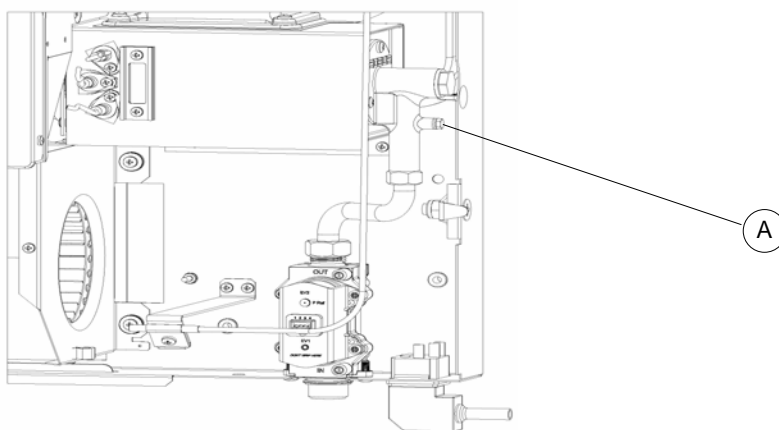

Figura 18 .
2. Collegare un micromanometro alla presa pressione A (vedi Figura 18), dopo aver tolto la relativa vite di tenuta.
Quando la temperatura dello scambiatore si riduce, in automatico il radiatore ritorna al funzionamento normale. Nel caso in cui il surriscaldamento causato dall'ostruzione delle griglie permanga, il termostato di pre-limite (riferimento B di Figura 18) spegne il radiatore e sul display compare l'errore E010, che si resetterà in automatico appena la temperatura dello scambiatore si sarà abbassata.
D) **Caso di surriscaldamento continuato:** se durante il funzionamento del radiatore il ventilatore si arresta, interviene il termostato di sicurezza che toglie alimentazione elettrica alla elettrovalvola, interrompendo il flusso di gas al bruciatore (sul display compare l'errore r002). Per ripristinare il funzionamento attendere una decina di minuti circa affinché la temperatura si abbassi, **togliere tensione al radiatore**, togliere il mantello e riarmare il radiatore premendo il tasto di reset posto sul termostato di sicurezza all'interno del radiatore (vedi riferimento A di Figura 18).